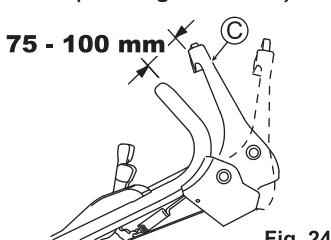

Fig. 24
Réglez de telle façon que la lame commence à tourner lorsque la distance entre le levier d'embrayage de la lame (C) et le guidon est de 75 - 100 mm, avec le bouton jaune enfoncé ainsi qu'ilustré dans la Fig. 24.